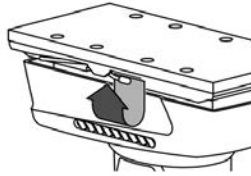

Fig. 2 – Dibujo demostrativo del prendedor de la lija
Para la instalación de la lija, tire los prendedores de la lija (6), fig. 2: